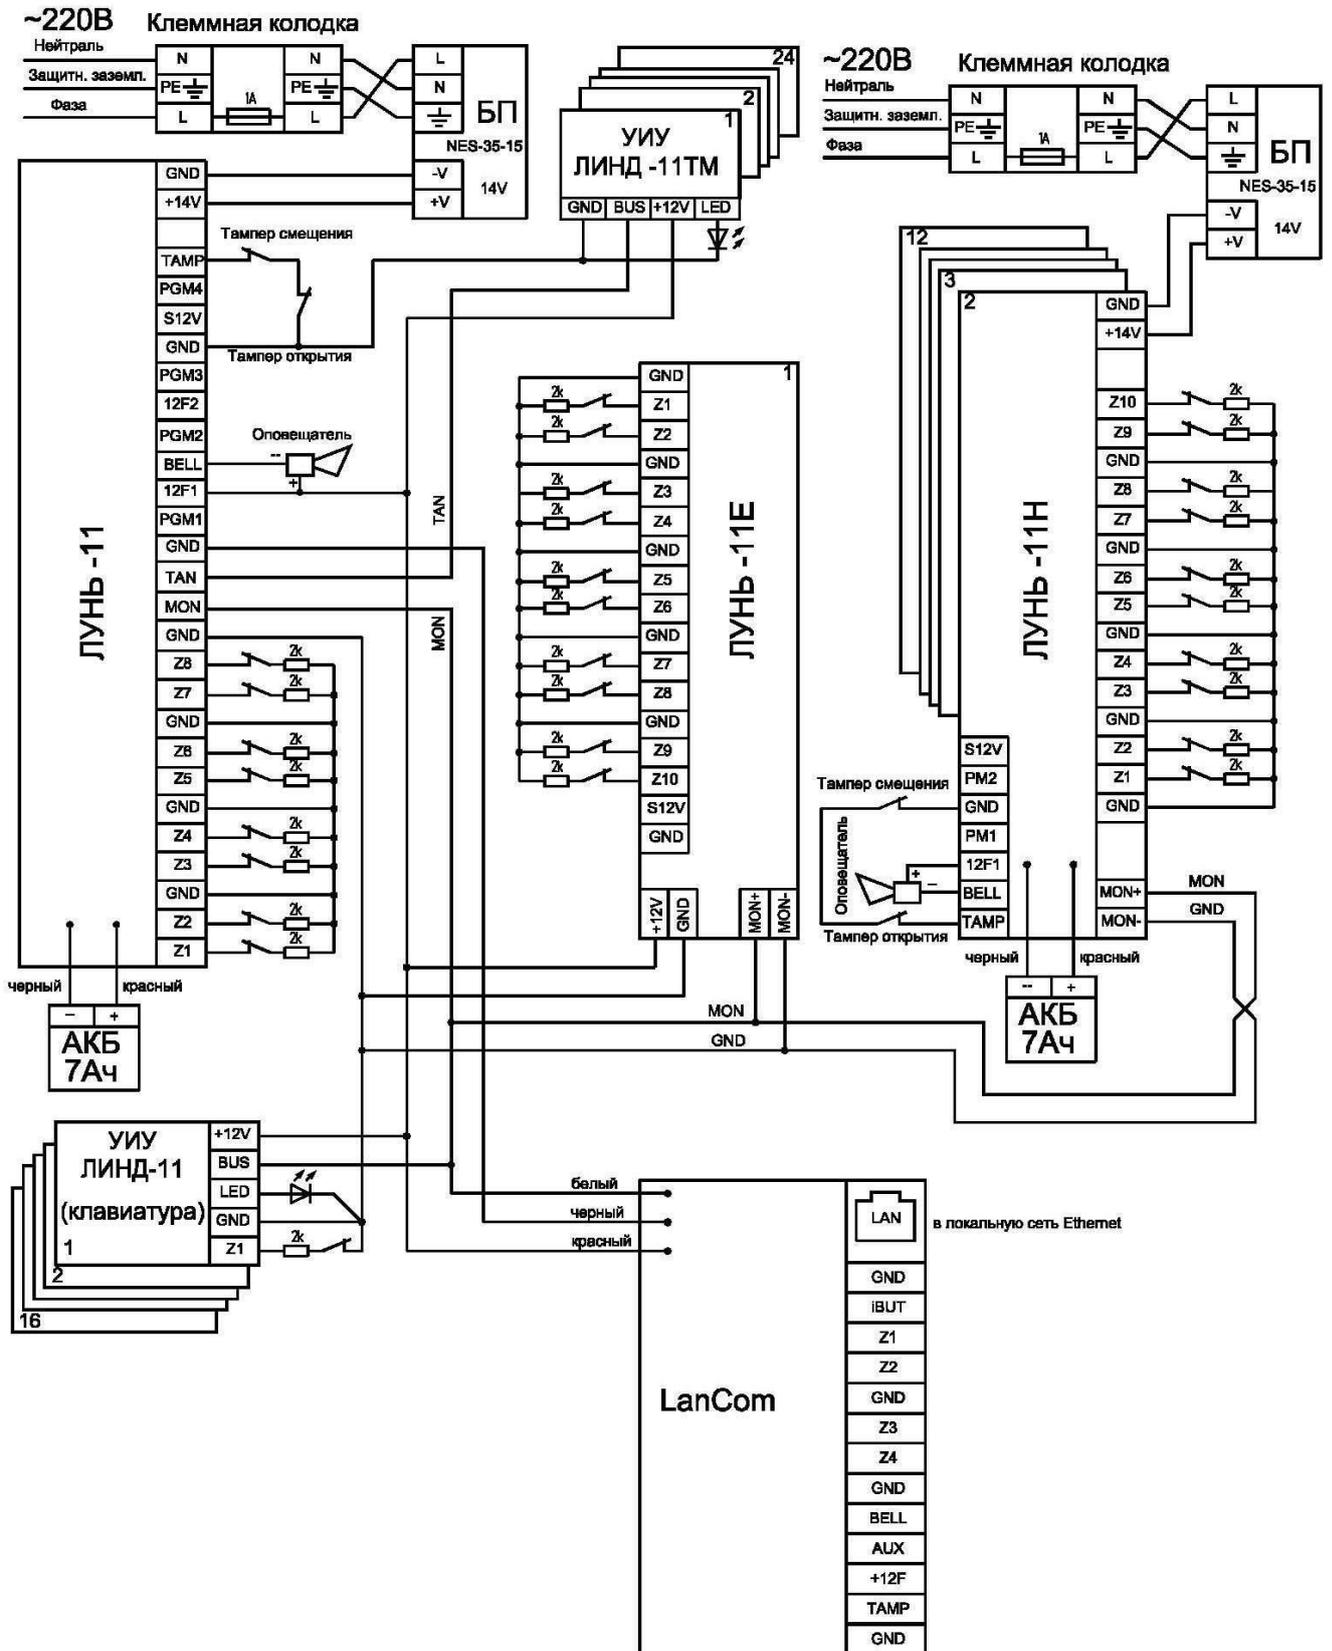

Рисунок 5. Схема подключения устройства к ППК «Лунь-11».
- совместно с ППК «Лунь-11» – согласно рис. 5